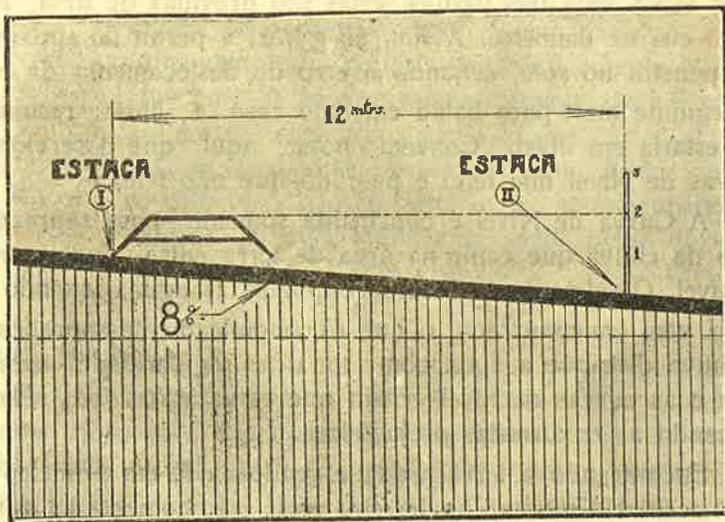

Fig. 2
Para se marcar o começo das Curvas de Nivel tomemos por exemplo, um terreno de 8 % de declividade. Para não haver engano ou atrapalhação durante o serviço, começa-se o trabalho de cima para baixo. Marca-se na parte superior do terreno, junto á margem, com a estaca (1). Em seguida com o proprio nivelador e uma regua de 3 metros, conforme indica o desenho, (fig. 2) marca-se a estaca (2), que é um ponto justamente